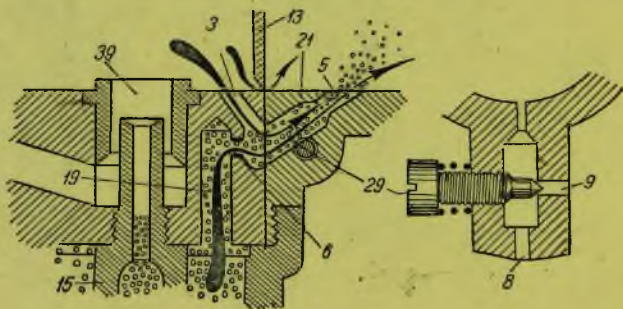

Рис. 90. Система сверлений холостого хода
сферой через сверление постоянного сечения (8) и сверление переменного сечения (9), управляемое регулировочным винтом (29) (рис. 90).
Режим пуска и малых оборотов. Дроссельная заслонка открыта не больше чем на $\frac{1}{8}$ часть своего хода (рис. 90 и 92).